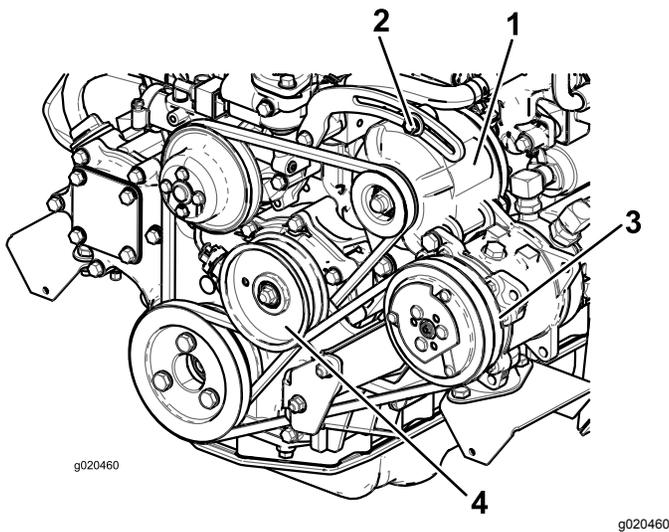

Рисунок 74
Если прогиб не равен 10 мм, ослабьте болты крепления генератора (Рисунок 74).
2. Для установки величины отклонения 10 мм ослабьте болт крепления натяжного ролика (Рисунок 74).